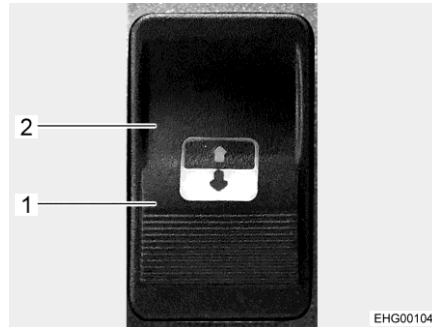

Fig. 127 Tasto di comando
Il tasto di comando (Fig. 127) è posizionato accanto al tetto scorrevole elettrico sul soffitto del veicolo.
- Premere il tasto di comando sul lato con il simbolo Apertura (Fig. 127,1), finché il tetto scorrevole non si trova nella posizione desiderata.
- Premere il tasto di comando sul lato con il simbolo Chiusura (Fig. 127,2).
- Premere il tasto di comando sul lato con il simbolo Chiusura (Fig. 127,2), finché il tetto scorrevole non si è spostato il più possibile.